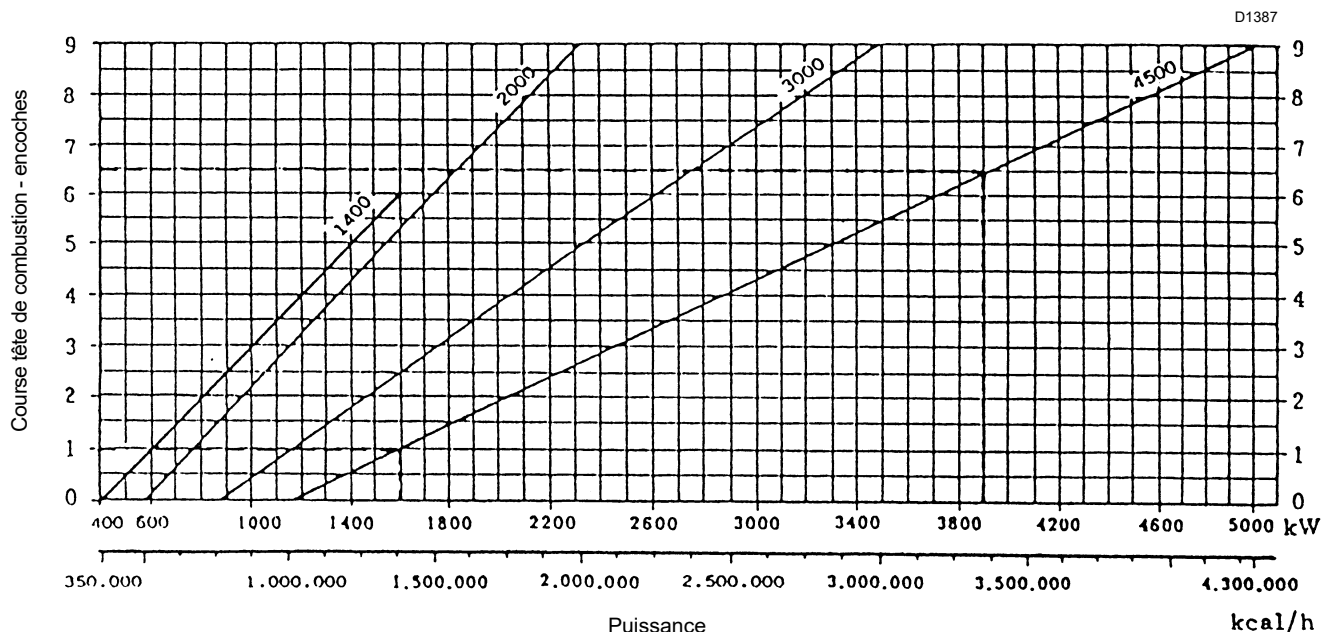

Fig. 17
Pour obtenir une autre plage de modulation il faut adapter les leviers de transmission de manière à ce que la course de la tête se fasse conformément au diagramme (Fig. 17).
- S'il reste des difficultés, régler la tête de combustion au minimum sur l'encoche 2 ÷ 3, en maintenant le réglage du débit maximal selon le diagramme (Fig. 17).